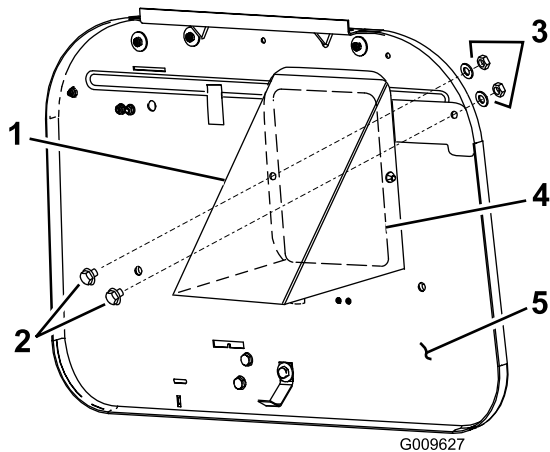

Figure 1
8. Fixez le déflecteur à la plaque arrière avec les boulons, les rondelles et les écrous fournis avec le kit (Figure 1).